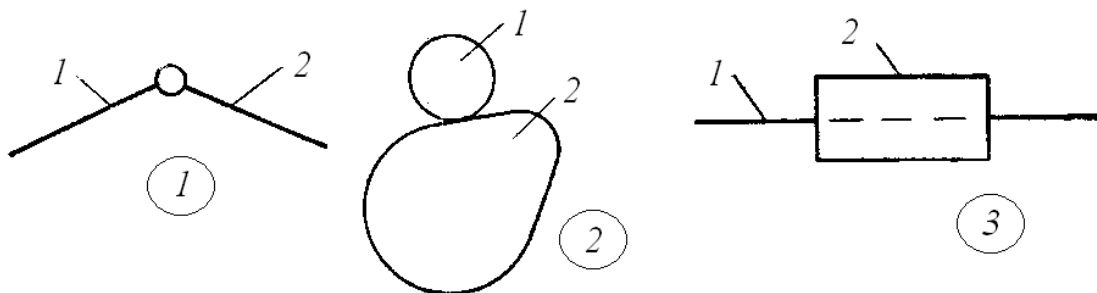

Рис. 1.6
37. На каком из трех условных изображений кинематических пар (рис. 1.6) показана поступательная пара?
38. На каком из трех условных изображений кинематических пар (рис. 1.6) показана плоская пара 2-го рода (двухподвижная)?
39. На каком из трех условных изображений кинематических пар (рис. 1.6) показана вращательная пара?